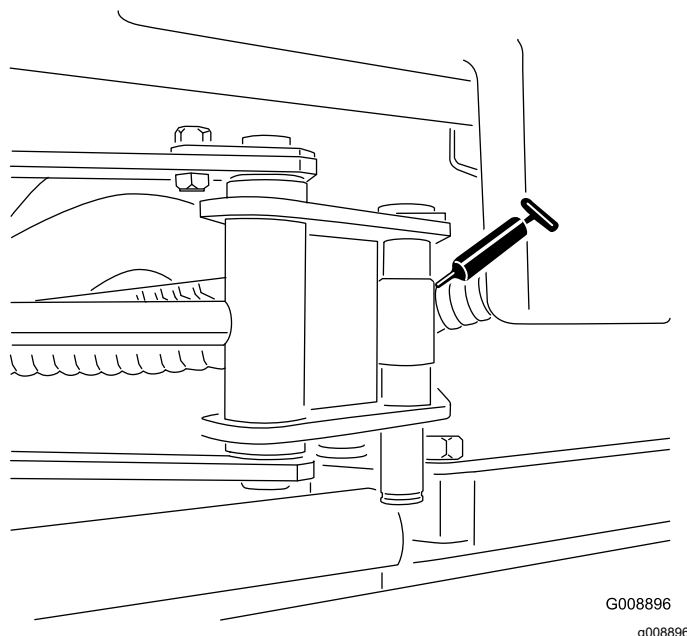

Figura 33
- Estremità del cilindro SideWinder (2) (Figura 33)